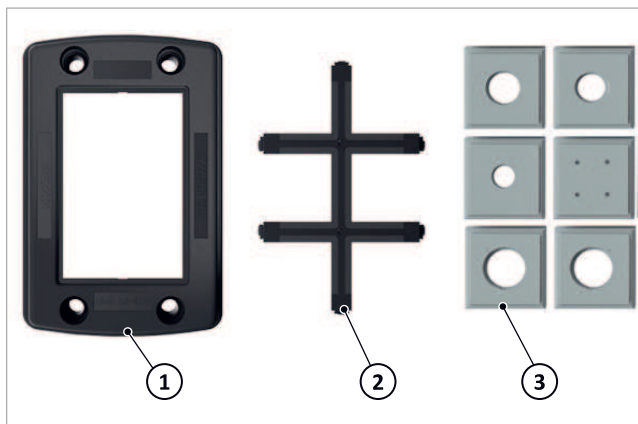

Fig. 75: Sistema de paso de conductos con tubería de gasóleo
3. Guíe las tuberías de gasóleo del quemador al filtro por el recorte (1) de la chapa base y conéctelas. Para ello, si es necesario, extraiga el inserto (véase → Fig. 75, pág. 30.) y vuelva a insertarlo.